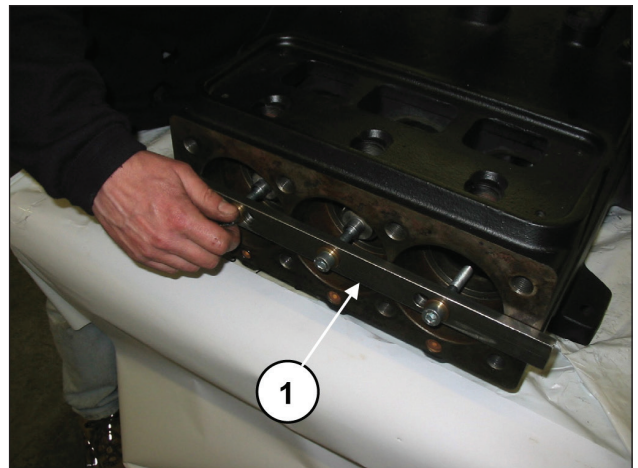

Abb. 26
Schieben Sie die Pleuelhälften in Richtung Hydraulik ganz vor, damit die Kurbelwelle heraustreten kann. Verwenden Sie als Arbeitshilfe das entsprechende Werkzeug (Art. 27566200), (Pos. ①, Abb. 26).